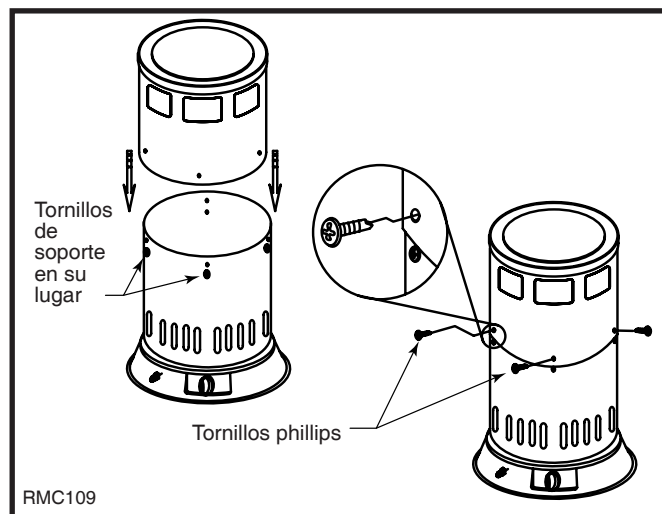

Fig. 4 Conecte la sección superior con los cuatro tornillos phillips. Instale la perilla de control.
6. Coloque el conjunto superior de la carcasa sobre la sección inferior. Apriete los cuatro tornillos phillips en los agujeros de la parte superior de la sección inferior de la carcasa (Fig. 4).
7. Conecte la perilla al vástago de la válvula de gas. (Fig. 4)